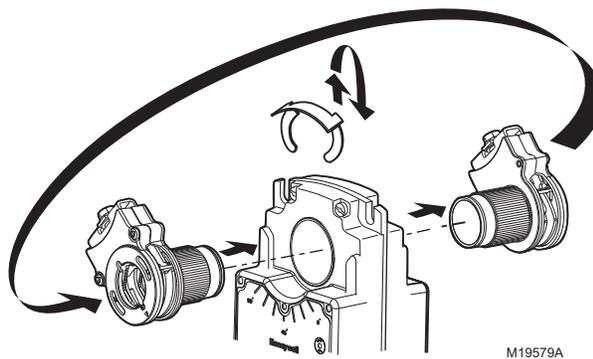

Fig. 21. Montage de l'accouplement de l'arbre sur le côté opposé de l'actionneur.
- (1) Repositionner le commutateur à action directe/inverse, OU
- (2) Remonter l'actionneur sur le support.
- d. Déplacer l'accouplement de l'adaptateur du côté opposé à l'actionneur, comme illustré sur la Fig. 21
- (1) Retirer l'attache de fixation de l'accouplement de l'arbre et la mettre de côté pour une utilisation ultérieure.
- (2) Retirer l'accouplement de l'arbre d'un côté de l'actionneur.
- (3) Réinstaller l'accouplement de l'arbre sur le côté opposé de l'actionneur en l'alignant conformément à l'étiquetage de course.
- (4) Replacer l'attache de fixation sur l'accouplement de l'arbre en utilisant la rainure de l'accouplement.